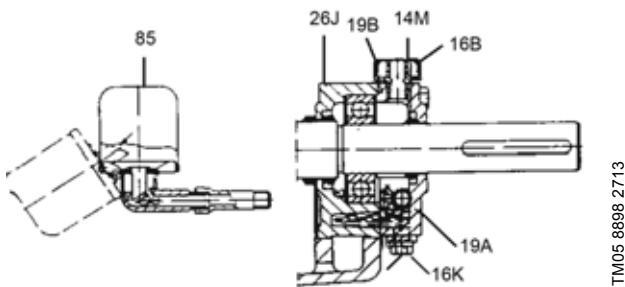

Fig. 13 Esquema de un rodamiento lubricado con aceite
Siga un programa de lubricación periódica con aceite. Las bombas KP y KPV con rodamientos lubricados con aceite están equipadas con un depósito transparente; dicho depósito pertenece a un engrasador de nivel constante que mantiene el nivel de aceite, aproximadamente, en la línea central del rodamiento inferior. Consulte la pos. 85 en la fig. 13. Si es necesario, renueve el aceite almacenado en el depósito del engrasador de nivel constante. Para rellenarlo, desmonte el depósito y vierta aceite en él. Despues de llenar de aceite el depósito, instálelo de nuevo en su posición de operación.